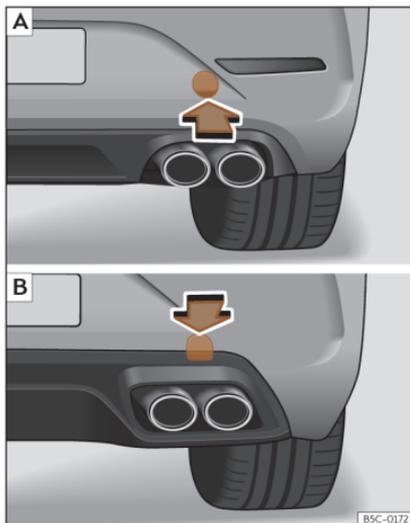

Fig. 49 En el lado derecho del paragolpes trasero: retirar la tapa. **[A]** Leon Sportstourer; **[B]** Leon.
El alojamiento de la argolla de remolque enroscable se encuentra en el lado derecho del paragolpes trasero detrás de una tapa >>> **fig. 49**.
- *Leon Sportstourer*: Presione sobre la zona inferior de la tapa >>> **fig. 49 [A]** para desencastarla. *Leon*: Presione sobre la zona superior de la tapa >>> **fig. 49 [B]** para desencastarla.